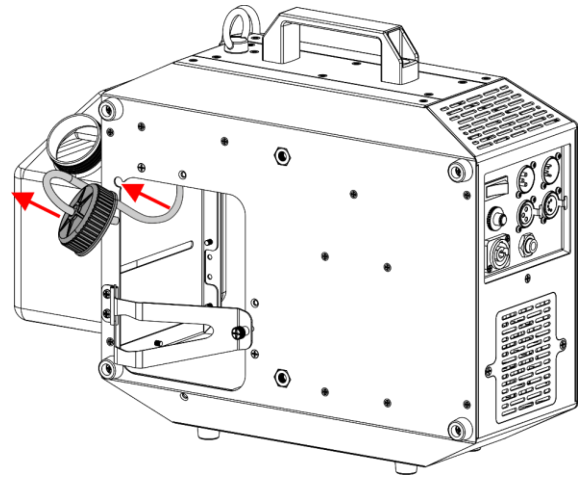

Fig. 17
- 12) Deslice el tubo de goma y la tapa hacia la parte posterior del dispositivo, como se muestra en la Fig. 17.